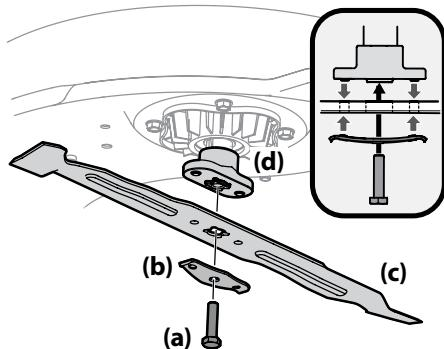

Figura 4-11
- Saque el perno (a) y el soporte de campana de la cuchilla (b) que sostienen la cuchilla (c) y el adaptador (d) al motor de la plataforma. Consulte la Figura 4-11.
- Extraiga la cuchilla (c) y el adaptador (d) del husillo del motor de la plataforma. Consulte la Figura 4-11.